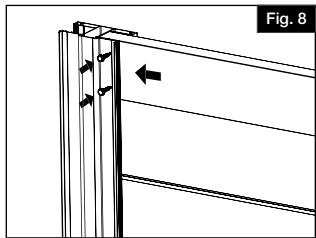

Fig. 8
5. Insertar el travesaño superior en el canal del poste. Comprobar que la cavidad abierta en el travesaño esté orientada hacia abajo. Fijar el travesaño superior con dos tornillos de cabeza hexagonal de $\frac{3}{4}$ " en la pequeña ranura en el poste. Repetir lo anterior en el lado opuesto (Fig. 8).
Encazar las tiras adaptadoras (suministrados en el kit del panel) en el canal del poste (Fig. 8).